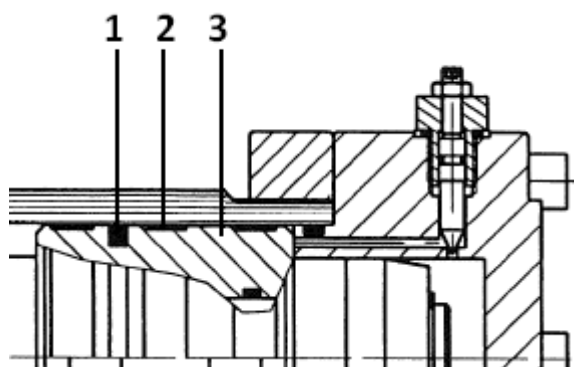

Fig. 3 – Configurazione basso attrito
I **pistoni (P)**, anteriore e posteriore nella configurazione con guarnizioni a pacco, sono costruiti in acciaio legato e garantiscono la massima affidabilità anche in condizioni estreme. Nella configurazione standard i due pistoni sono separati da una **ralla di guida (E)**, in bronzo, ed equipaggiati con **guarnizioni a pacco (D)**. Su richiesta è possibile usufruire della configurazione per *Basso Attrito* (vedi Fig. 3).